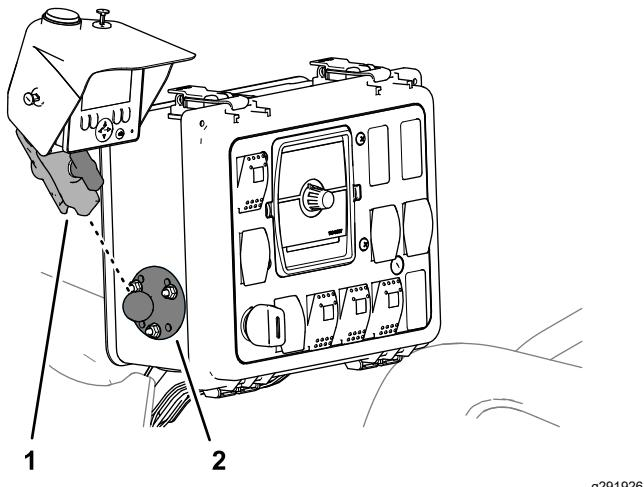

Figure 43
5. Montez le bras à douille de l'écran/contrôleur sur le support à rotule et serrez la vis à oreilles sur le bras (Figure 43).